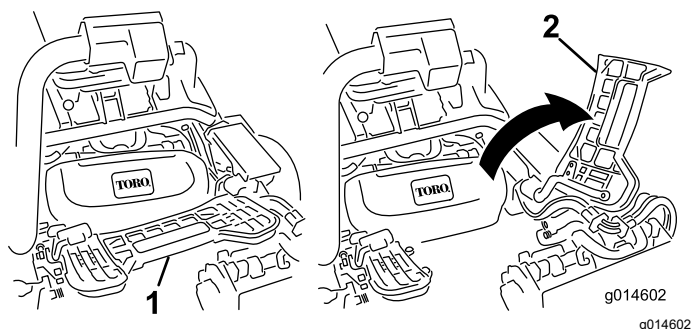

図 47
1. フットレストを跳ね上げて開き、中央カッティングユニット取り付け位置へのアクセスを確保する図 47。